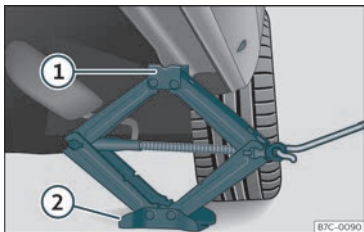

Fig. 39 Longherone: posizionamento del cric del veicolo.
- Ruotare la manovella del cric*, posto sotto il punto di appoggio del longherone, per alzarlo finché la linguetta **1** >>> **fig. 39** non avrà raggiunto l'alloggiamento previsto.